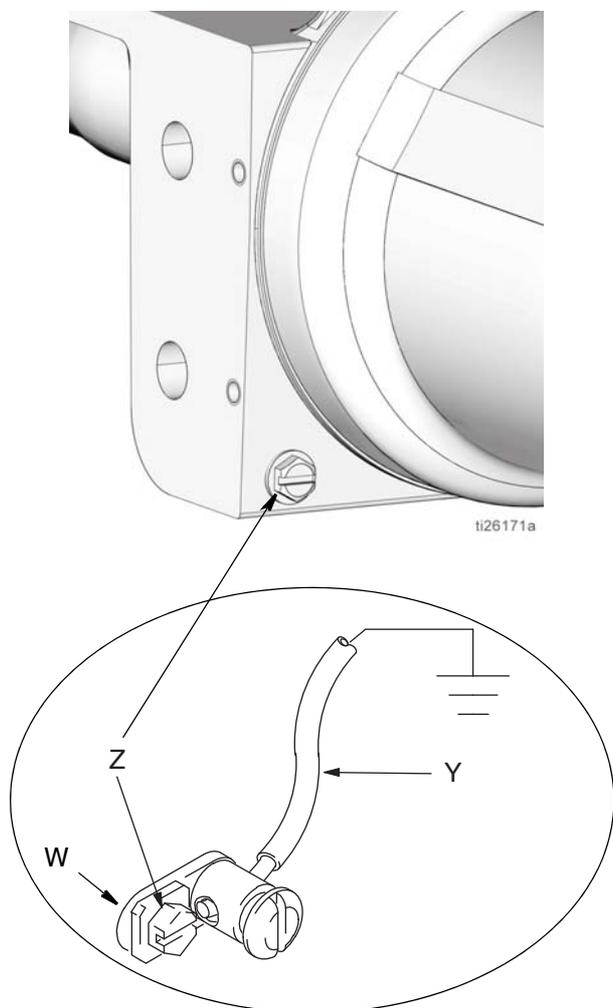

FIG. 2
Para conectar a tierra la bomba: Quite el tornillo de conexión a tierra (Z) que se encuentra en la parte de atrás de la base de la bomba e insértelo por el ojo del terminal del anillo (W) del extremo del cable de conexión a tierra (Y). Ajuste el tornillo de conexión a tierra (Z) en la bomba y apriételo firmemente. Conecte el otro extremo del cable de conexión a tierra a una tierra verdadera. Consulte FIG. 2.